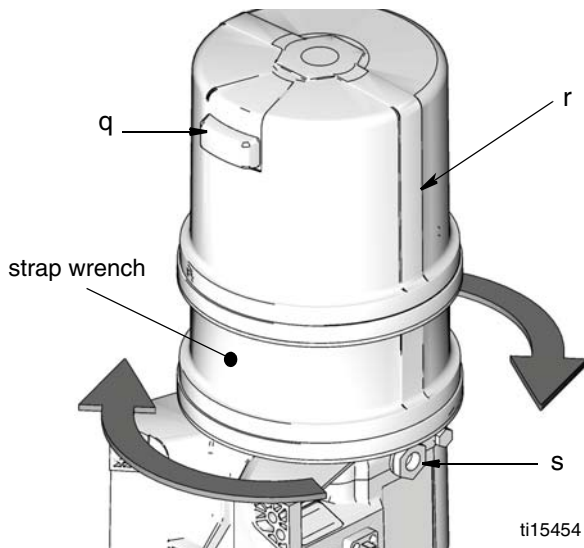

ABB. 19
1. Setzen Sie den Speicherbehälter auf den Adapter. Positionieren Sie den Bandschlüssel im unteren Bereich des Speicherbehälters (siehe ABB. 19) und drehen Sie mit ihm den Speicherbehälter im Uhrzeigersinn, um den Behälter an der Basis festzuziehen.
- b. Drehen Sie den Speicherbehälter ein zweites Mal eine volle Umdrehung im Uhrzeigersinn bis die Entlüftungsöffnung (q) am Speicherbehälter auf das Rückteil der G3-Pumpe weist, und die im Speichergerät eingeformten horizontalen Linien (r) mit den Pumpenauslassöffnungen (s) auf beiden Seiten der Pumpenbasis ausgerichtet sind, wie in ABB. 19 gezeigt.